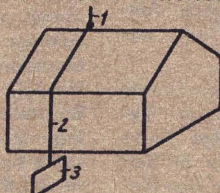

Abb. 17 Blitzableiteranlage
Ein wesentlicher Teil der Blitzableiteranlage und verschiedener Schutzmaßnahmen gegen unzulässige Berührungsspannungen sind Erdungen. Zu einer Erdung gehören die Erdungsleitung (2) und der Erder (3) (Bild 17). Die Erdungsleitung verbindet das Auffanggestänge (1) einer Blitzschutzanlage oder den zu schützenden Anlagenteil, z. B. das Gehäuse einer elektrischen Maschine, mit dem Erder. Erder sind die zum Erden benutzten Metallteile, die sich in der Erde befinden und mit ihr in leitender Verbindung stehen. Platten, Rohre, Drähte, Drahtgeflechte u. c. werden dazu verwendet.